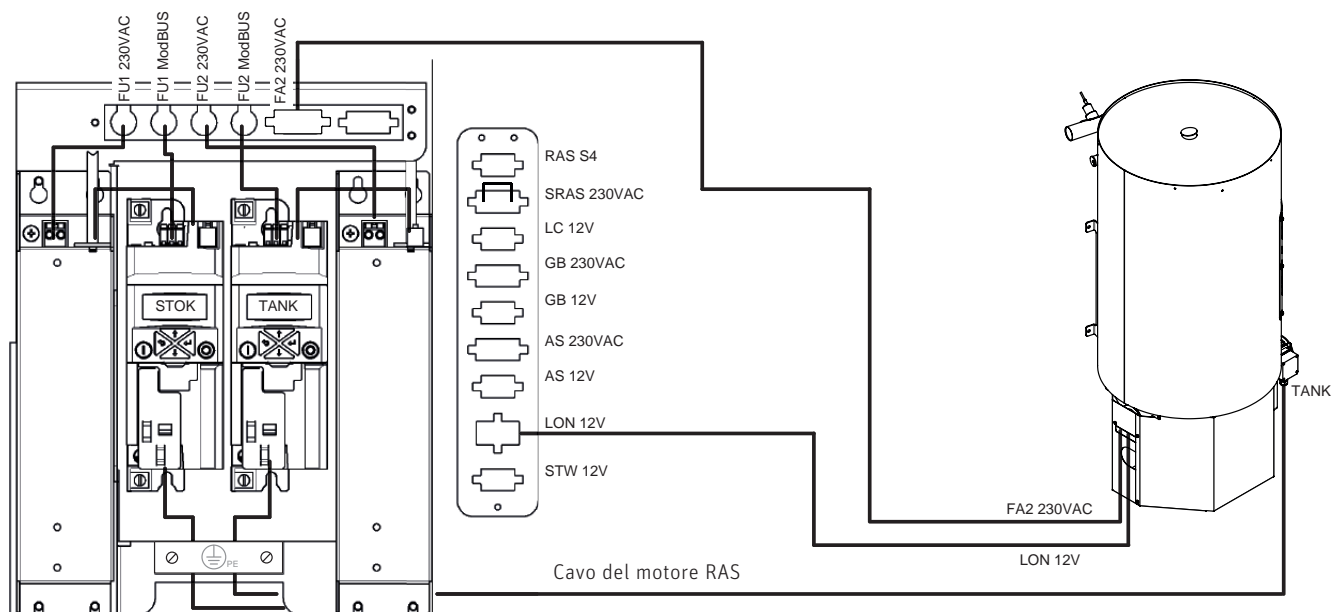

Fig. 111 Inserire i 2 cavi del quadro di comando 5 della stiva
- ▶ Inserire i 2 cavi del quadro di comando 5 della stiva nella consolle di collegamento – Fig. 111.